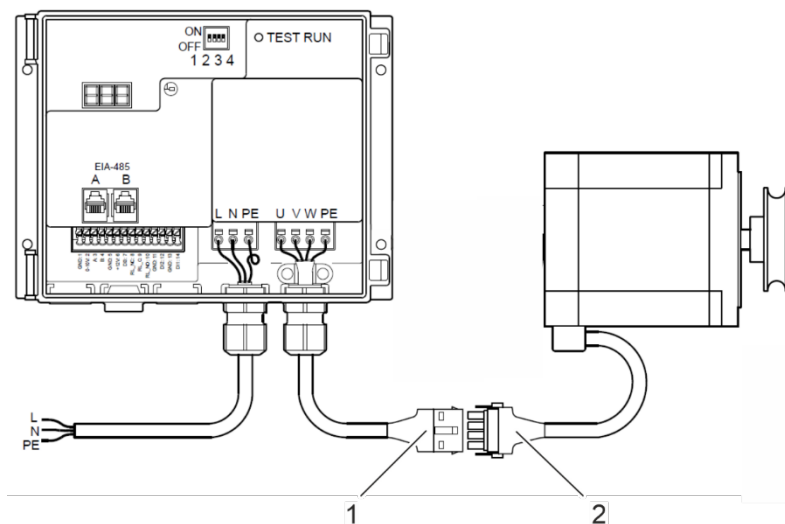

Figura 100: Conexión del cable del motor paso a paso
18. Conecte el cable de extensión del motor paso a paso (Figura 100/1) al cable del motor paso a paso (Figura 100/2).